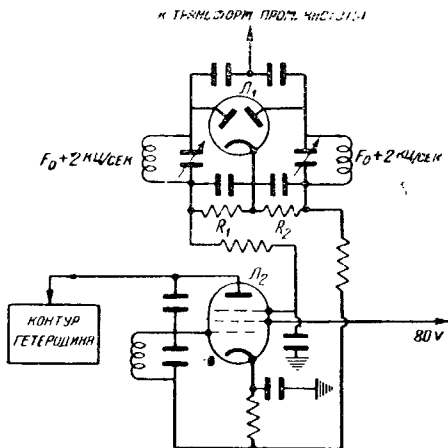

Рис. 4
2. Автоматическая настройка приемника точно в резонанс на принимаемую станцию (при приблизительной установке) позволила уничтожить в суперах с такой автоматической настройкой индикаторы настройки, на разработку которых было ранее обращено большое внимание. В этом случае использовано то же явление, что и в схеме, описанной выше. Напряжение к лампе L_2 с изменяющейся в нужных пределах емкостью на входе и включенной параллельно контуру гетеродина так, как показано на рис. 4, подводится от специальной дифференциальной схемы с 2 диодами, в цепи которых включены контуры промежуточной частоты, расстроенные один в сторону более высокой частоты, второй в сторону более низкой частоты относительно промежуточной частоты F_0